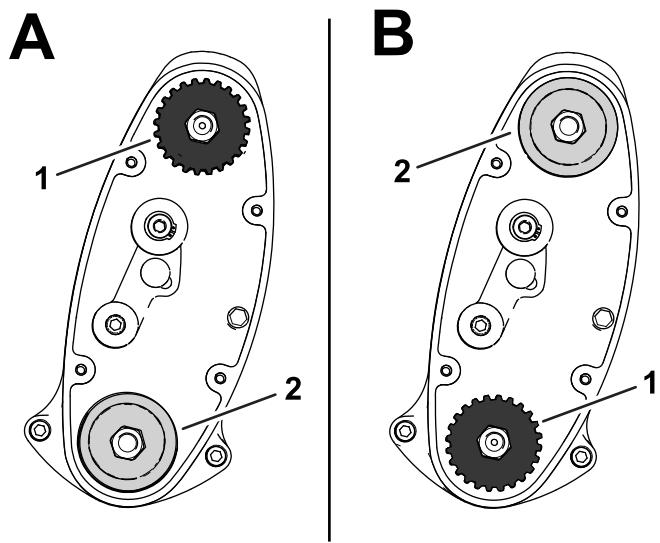

Рисунок 16
- ВЕРХНЕЕ** положение: «A» на Рисунок 16
- НИЖНЕЕ** положение: «B» на Рисунок 16